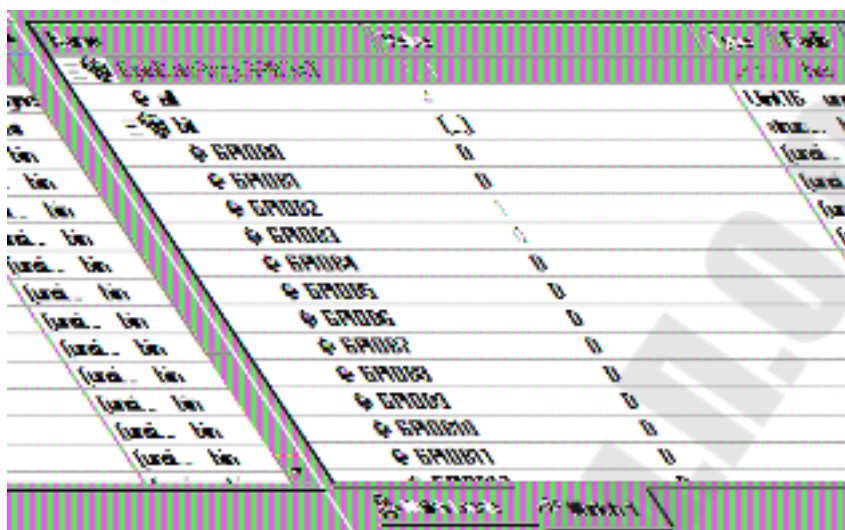

Рис. 2.13. Просмотр состояния двоичных разрядов порта GPIOB в окне Watch Window
- щелкнуть по значку «+» напротив имени «GpioDataRegs.GPBDAT» в окне Watch Window, далее выбрать «bit», после чего в данном окне будут выведены в столбик двоичные состояния разрядов порта GPIOB (рис. 2.13);